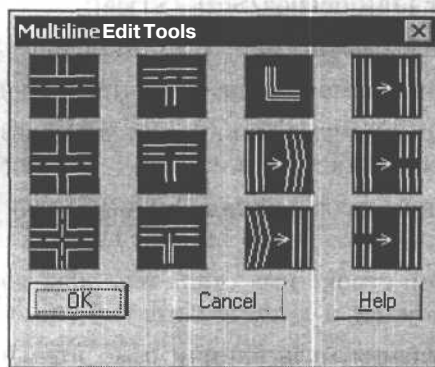

Рис. 13.10. Диалоговое окно для выбора способа редактирования конфигурации мультилинии
1. Откройте выпадающее меню **Modify** (Редакт) и выберите из него **Object** (Объекты), а затем из дополнительного меню **Multiline** (Мультилиния). Появится диалоговое окно **Multiline Edit Tools** (Редактирование мультилинии) (рис. 13.10).
1. Откройте выпадающее меню **Modify (Редакт)** и выберите из него **Object (Объекты)**, а затем из дополнительного меню — **Multiline (Мультилиния)**. Появится диалоговое окно **Multiline Edit Tools (Редактирование мультилинии)** (см. рис. 13.10).